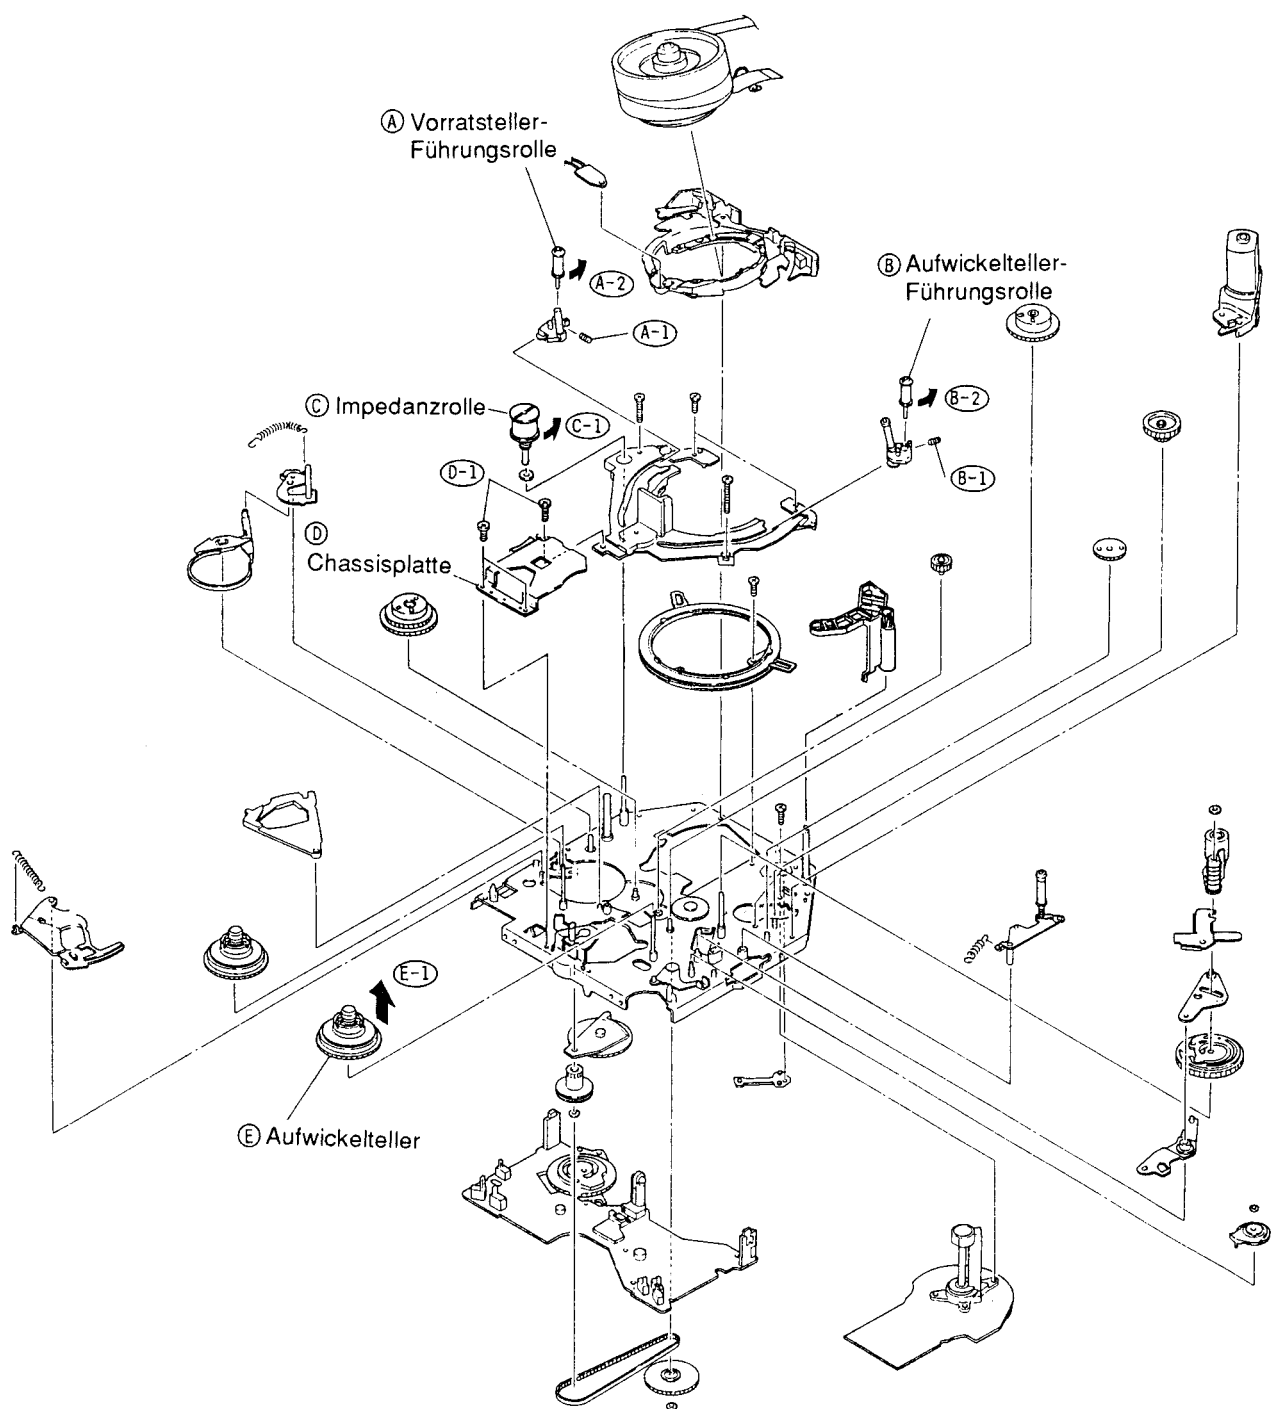

Abb. 4-5
A. Vorratsteller-Führungsrolle (Abb. 4-5)
- 1) Eine (1) Sechskantschraube lösen.
B. Aufwickelteller-Führungsrolle (Abb. 4-5)
C. Impedanzrolle (Abb. 4-5)
D. Chassisplatte (Abb. 4-5)
1. Drei (3) Schrauben entfernen.
E. Aufwickelteller (Abb. 4-5)